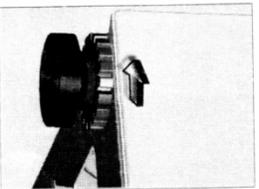

Fig. 4
- Desserrez l'écrou de réglage en plastique (Fig.4).